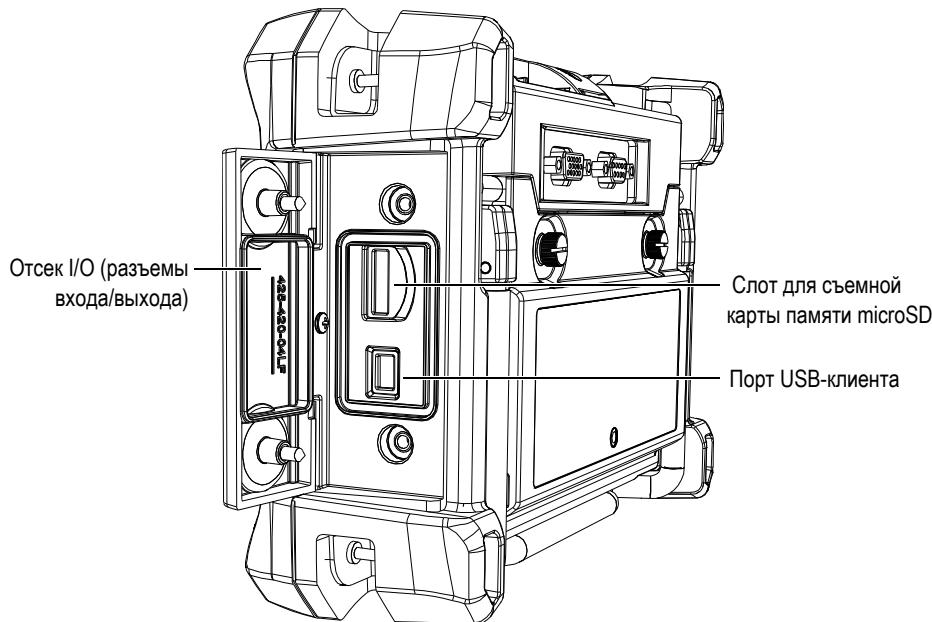

Рис. 8-5 Разъемы под крышкой отсека I/O
- Убедитесь, что карта microSD вставлена в слот под крышкой отсека I/O (входа/выхода) с правой стороны Magna-Mike 8600 (см. Рис. 8-5 на стр. 154).
1. Убедитесь, что карта памяти microSD вставлена в слот, находящийся под крышкой отсека I/O с правой стороны Magna-Mike 8600 (см. Рис. 8-5 на стр. 154).